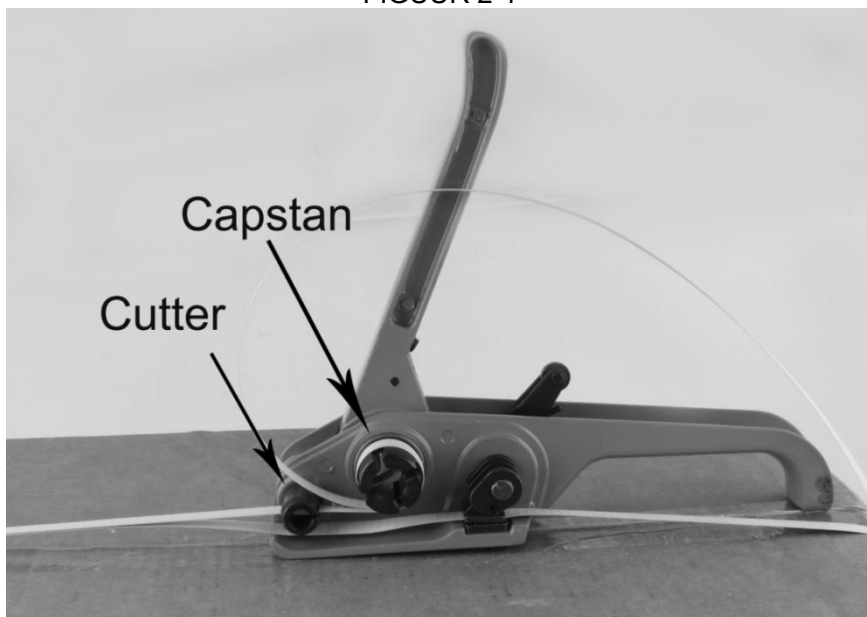

AFBEELDING 1
1. Vastbinden spanner zie FIG. 1 , druk op de spanstang en de ladingsband , $L \geq 3$ inch (8 cm).